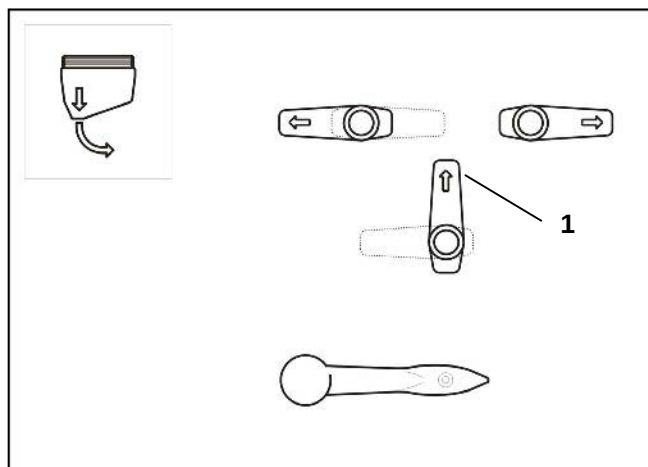

Bild 7.13
- Ställ kranen (7.13/1) enligt bild 7.13.
- Ställ kranen (7.11/5) i pos 2 (rengöringsmunstycket öppnas).